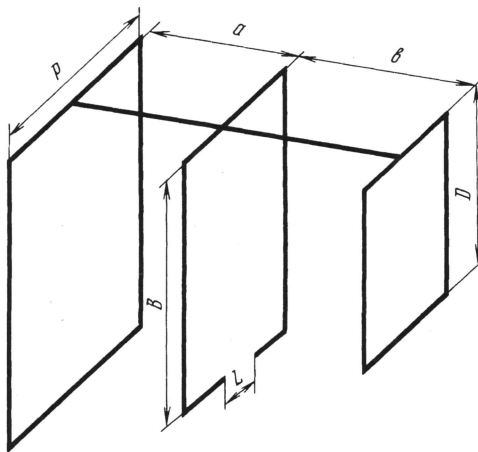

Рис. 10
Антенна “тройной квадрат” [4] относится к усложненным конструкциям и представляет собой гибридную антенну и “волнового канала”. Она показана на **рис. 10**. Ее входное сопротивление — 70 Ом, коэффициент усиления — 8 дБ. Антенна состоит из трех квадратных элементов: рефлектора (Р), активного вибратора (В) и директора (D). Элементы изготовляют из прутка, провода, трубок или полос с поперечным размером не менее 3 мм для ДМВ и 10 мм для МВ. Стороны квадратов Р, В и D равны 0,32, 0,25, 0,22 рабочей длины волны соответственно. Расстояние а между рефлектором и вибратором равно 0,16, а между вибратором и директором b — 0,11 рабочей длины волны.